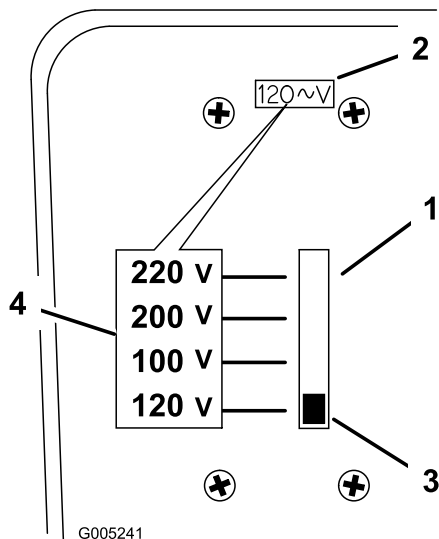

図7
1. チャージャの裏面にある電圧セレクタを探し出して下さい図7。
2. 選択スイッチを上下に動かして、電源の電圧に合わせる図7。